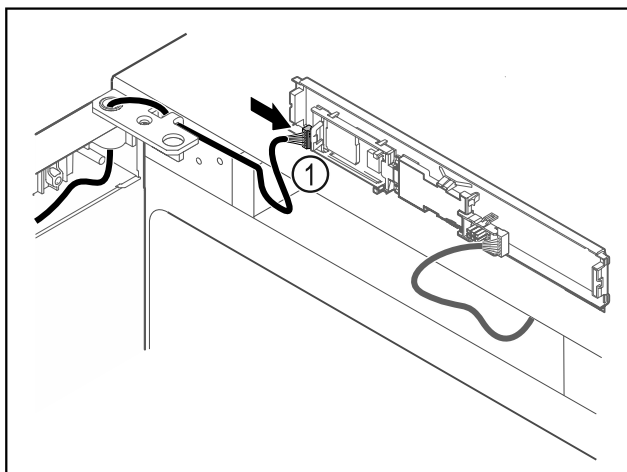

Fig. 65
- ▶ Vtič Fig. 65 (1) priključite na tiskano vezje.